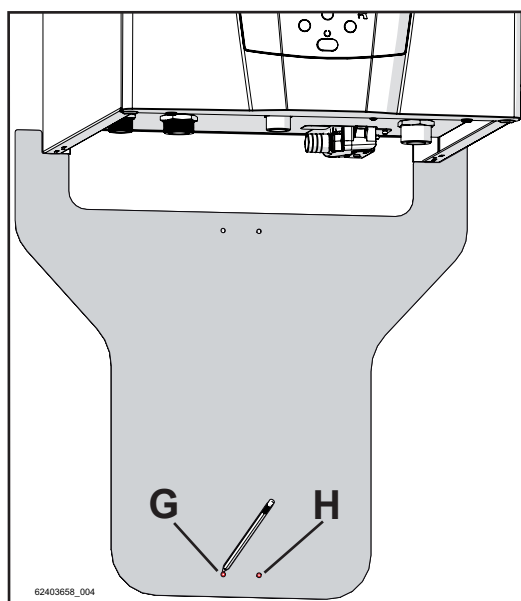

Figure 5-63
- 2.- Effectuer des signes de référence au crayon à papier, au niveau des trous « G », « H » et « L », « M », indiqués dans les Figures 5-63 et 5-64;